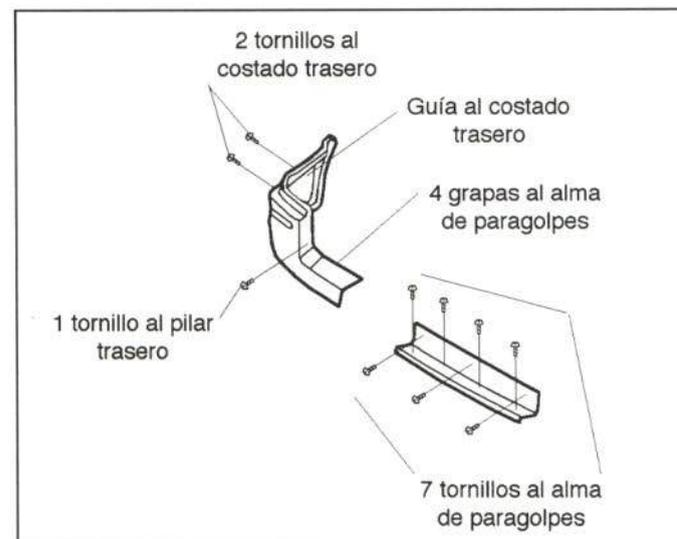

Figura 53.- Unión del paragolpes trasero
El paragolpes trasero va fijado a la carrocería mediante grapas y tornillos, tal como se muestra en la figura 53.
- Paragolpes (figura 53).